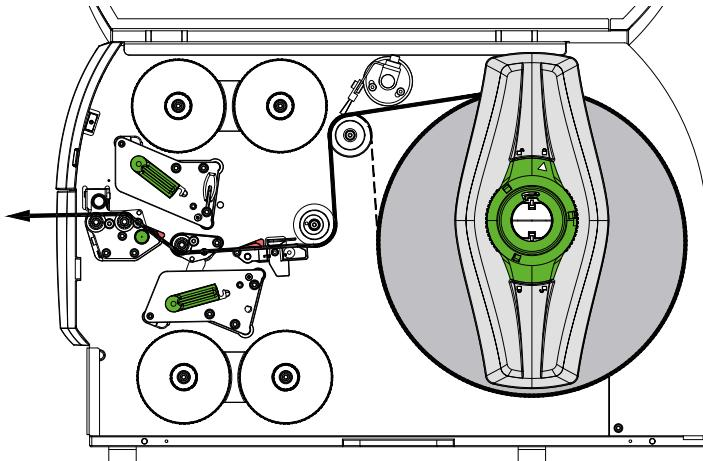
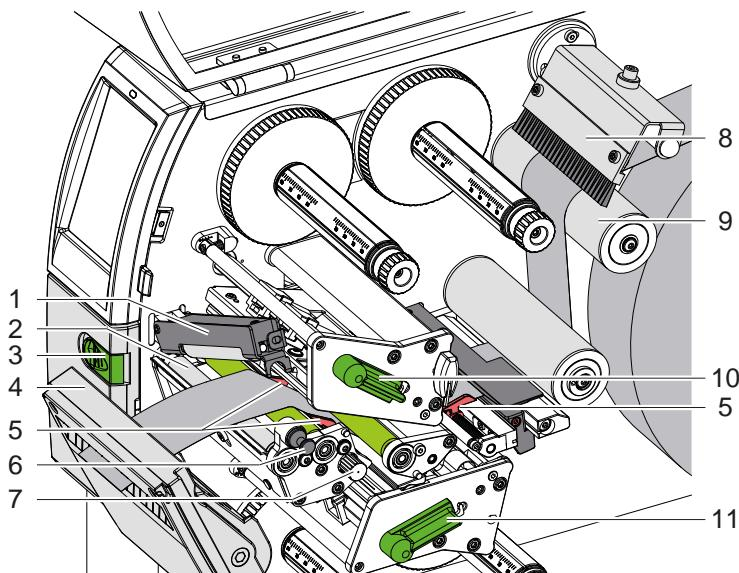

图 12 材料的运行
图 13 把材料穿入打印机机构
1. 从卷筒上开卷材料带，然后按照 图 12 穿入打印机机构。
2. 拉动锁紧销 (6)。压紧系统 (1) 向上转动。
3. 逆时针转动手柄 (10) 并顺时针转动手柄 (11)，以提起两个打印头。
4. 把刷子 (8) 从换向轮 (9) 上转开。
5. 转动旋钮 (7)，使导向装置 (5) 分开，直到材料可纳入其间。
6. 如 图 13 所示，将材料穿过两个打印单元直到拉辊 (2)，然后定位在导向装置 (5) 之间。
7. * 配备刀具的设备： 将旋钮 (3) 推到一边，把刀具组件 (4) 从打印机上转开，把材料推到刀具的刀片之间，然后将刀具转上去。
8. 通过转动旋钮 (7)，使导向装置贴近材料边缘。
10. 拉动锁紧销 (6)。将压紧系统 (1) 向下压，并用锁紧销锁定。
13. 把刷子 (8) 转到换向轮 (9) 上。